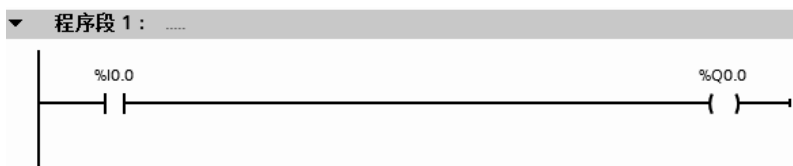

图 6-61 用于仿真的程序
【例 6-6】 将如图 6-61 所示的程序,用 S7-PLCSIM 进行仿真。
① 新建一个项目,并进行硬件组态,在组织块 OB1 中输入如图 6-61 所示的程序,保存项目。